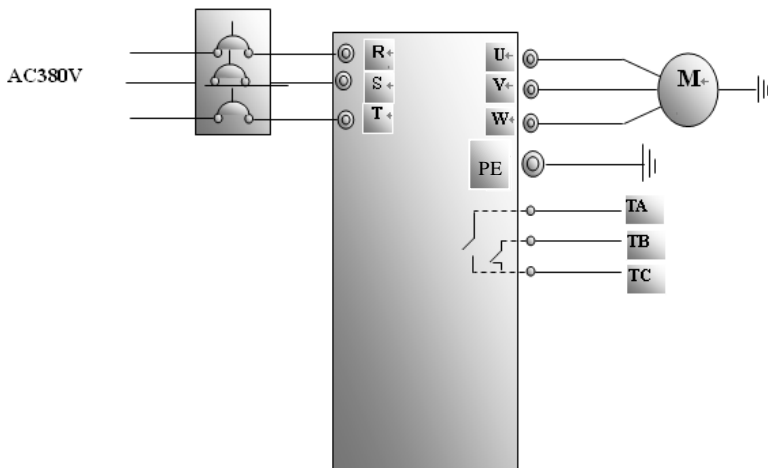

图 4-1 接线图 1
(1) 按图 4-1 配线，检查接线正确后，合上空气开关，变频器上电；
(2) 按方式键，进入 HF-0 菜单。按设置键，进入面板点动菜单。
(3) 一直按住运行键，电机加速到点动设定频率，并保持点动运行状态；
(4) 松开运行键，电机减速，直到停止点动运行；
(5) 断开空气开关，变频器断电。